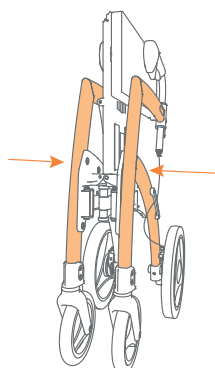

Abbildung 11C: Drücken Sie den Rahmen weiter zusammen.
- e. Drücken Sie die Seiten des Rahmens gegeneinander, bis der Rollator vollständig zusammengeklappt ist (**Abbildung 11C**).